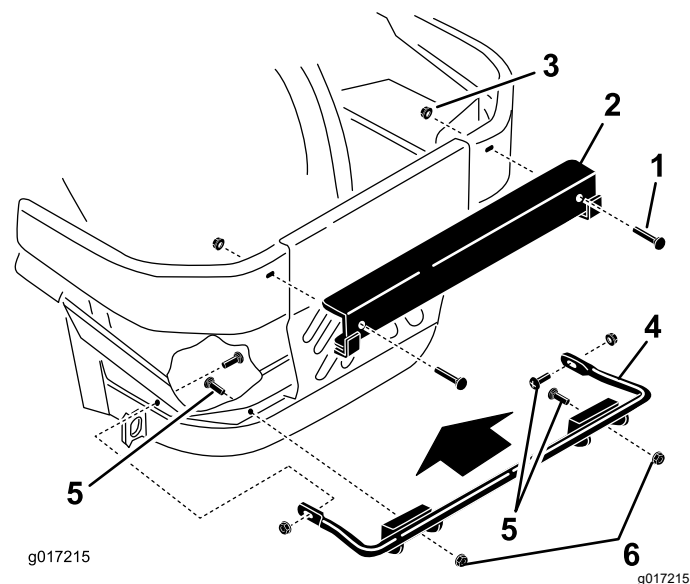

Figure 6
1. Fixez le support inférieur sur la machine à l'aide de 4 boulons de carrosserie ($\frac{3}{8}$ x $1\frac{1}{4}$ po) et de 4 écrous à embase (grande embase – $\frac{3}{8}$ po), comme montré à la Figure 6.
2. Fixez le support supérieur sur les pare-chocs gauche et droit à l'aide de 2 boulons de carrosserie ($\frac{1}{2}$ x $2\frac{1}{2}$ po) et de 2 écrous à embase ($\frac{1}{2}$ po), comme montré à la Figure 6.